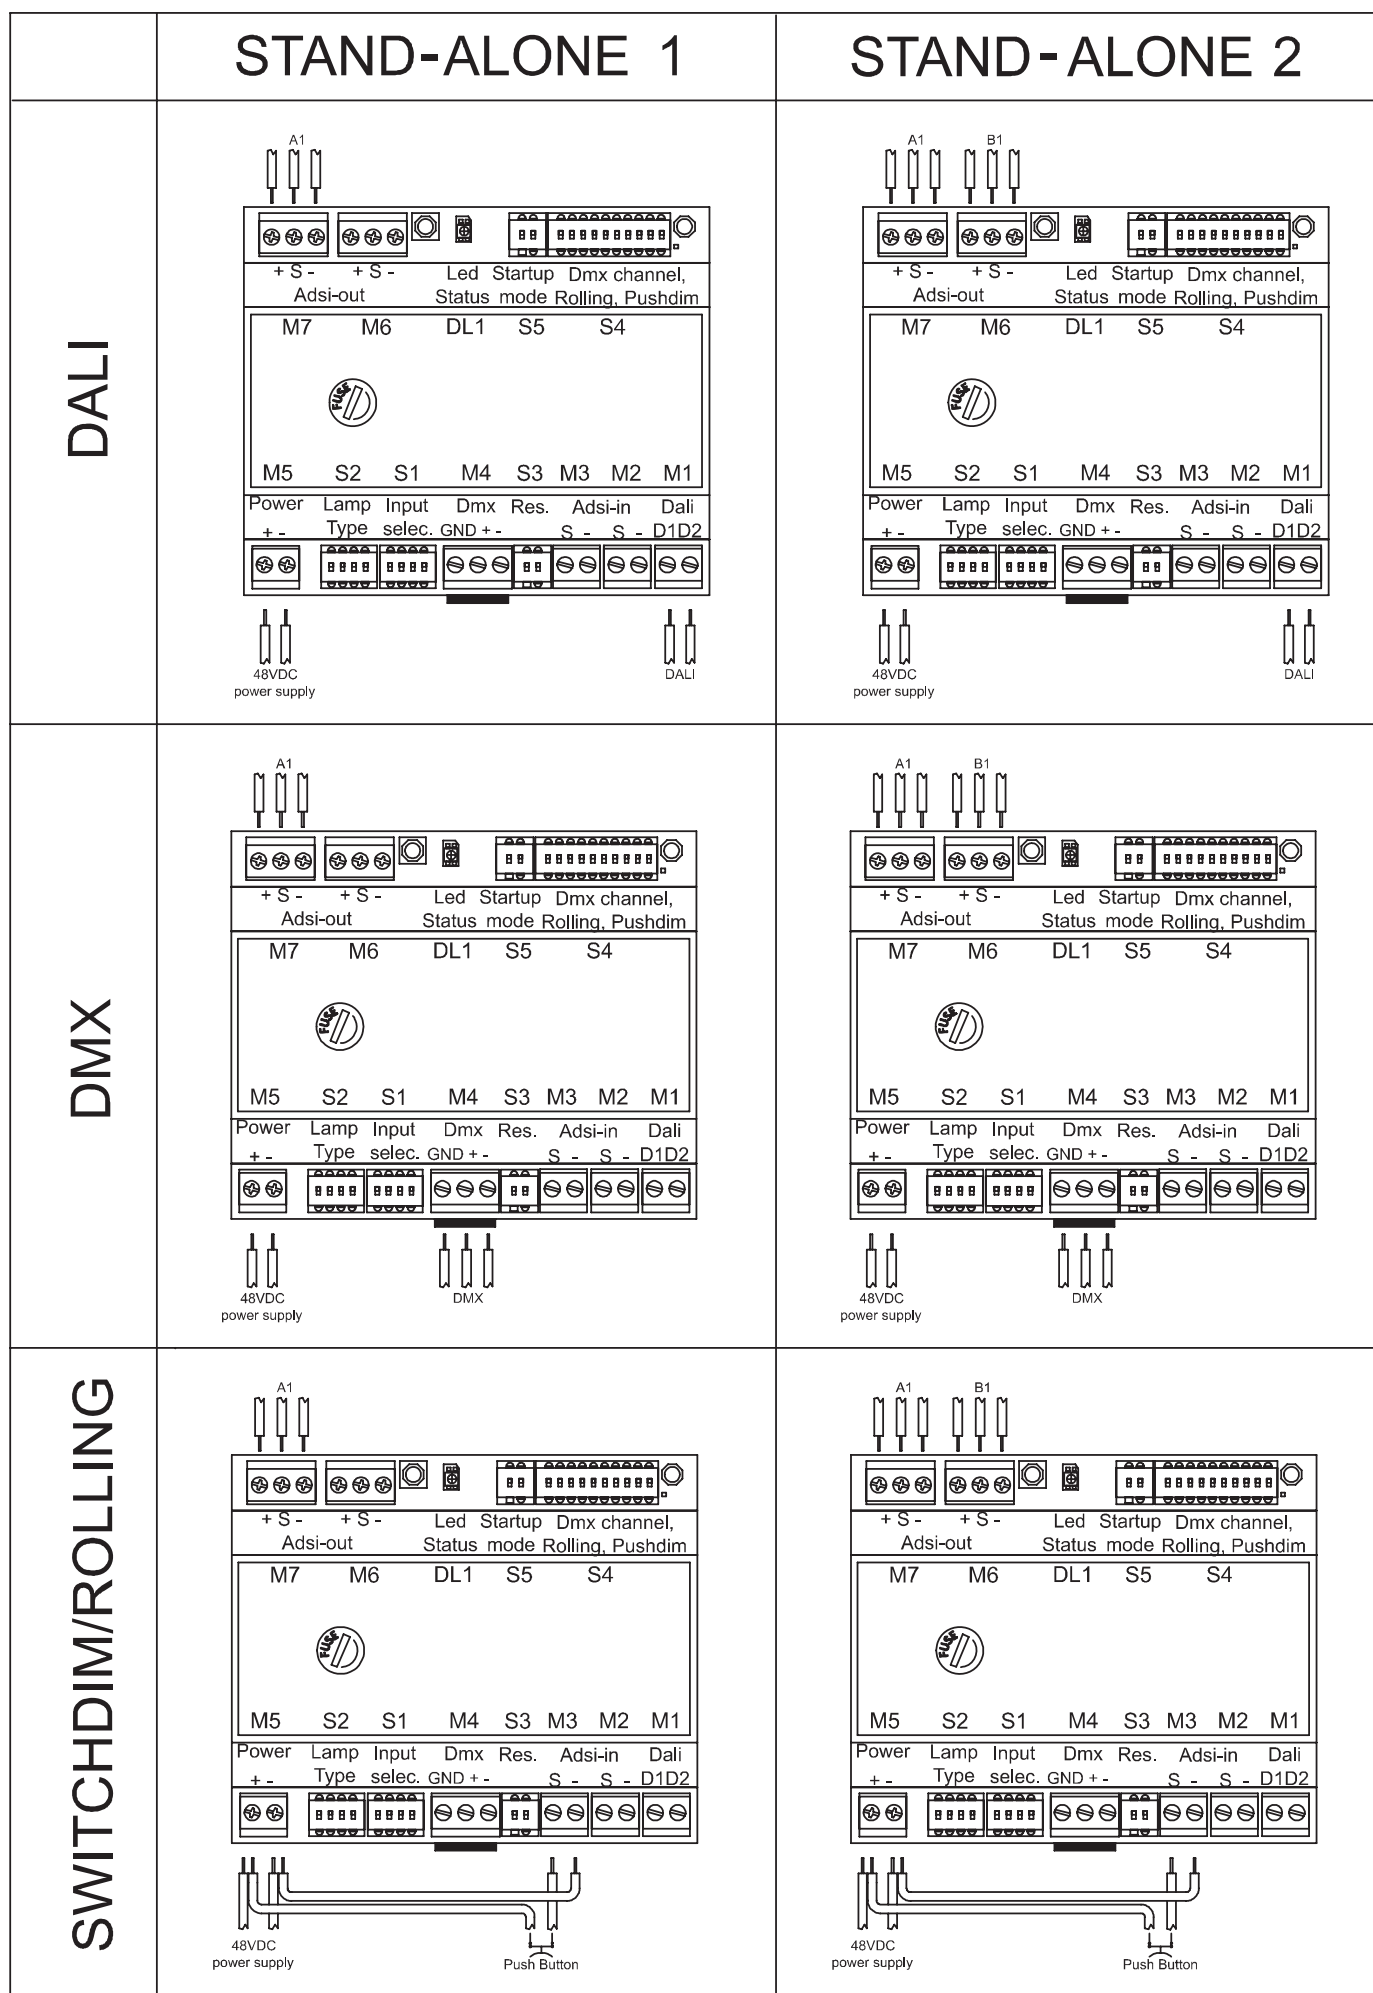

Abb. 3a: Verbindungen des Nodo-Master in Betriebsart „Stand-alone 1“ und „Stand-alone 2“
- Für jede der oben erwähnten Anordnungen den Abb. 3a und 3b die Verbindungen am NODO-MASTER entnehmen.
Kabel wie in Abschnitt 5 gezeigt verwenden. S. Abb. 3a und 3b.